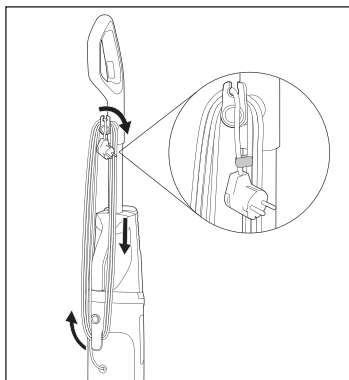

Fig. 3
- ◆ Enrolle el cable de red ❶ completamente en el enganche superior e inferior del enrollacables ❶/❷ (consulte la fig. 3).